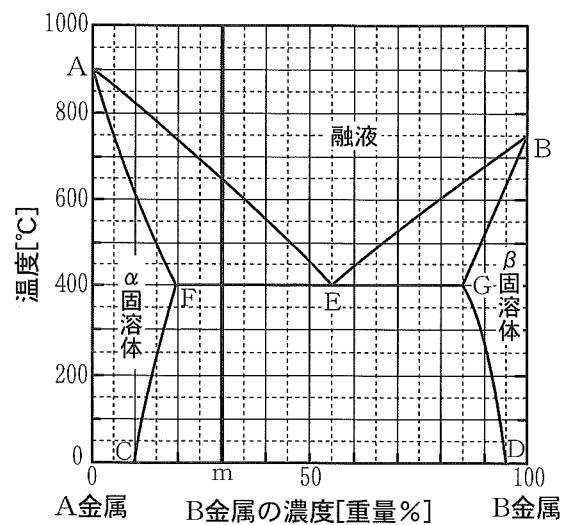

図1 A－B二元系合金状態図
- (1) 図1のような二元系合金状態図を何型状態図と呼ぶか。最も適切なものを、次の解答群1～5から選びなさい。解答番号は 。
- (2) 図1の二元系合金状態図において、A金属の融点 [°C] として最も適切なものを、次の解答群1～5から選びなさい。解答番号は 。
- (3) 図1のA－B二元合金状態図の組成m [重量%] の合金について述べた最も適切な文章を、次の解答群1～5から選びなさい。解答番号は 。